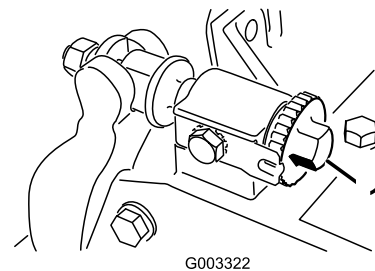

Bild 29
1. Lösen Sie den Spindel-zu-Untermesser-Kontakt, indem Sie die Einstellhandräder des Untermessers (Bild 29) nach links drehen, bis kein Kontakt besteht.